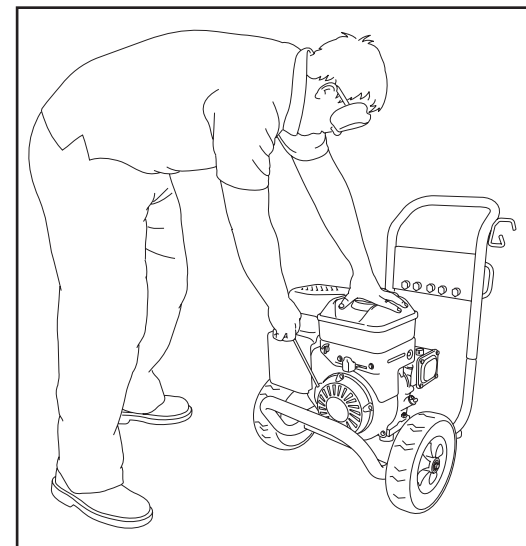

FIGURE 12
12. Lors du démarrage du moteur, placez-vous tel que recommandé, saisissez la poignée du démarreur et tirez lentement jusqu'à ce que vous sentiez de la résistance. Tirez alors rapidement pour démarrer le moteur. (See Figure 12)